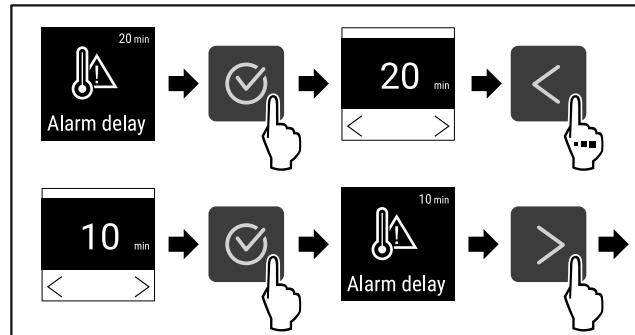

Fig. 133
► Følg anvisningene (se Fig. 133).